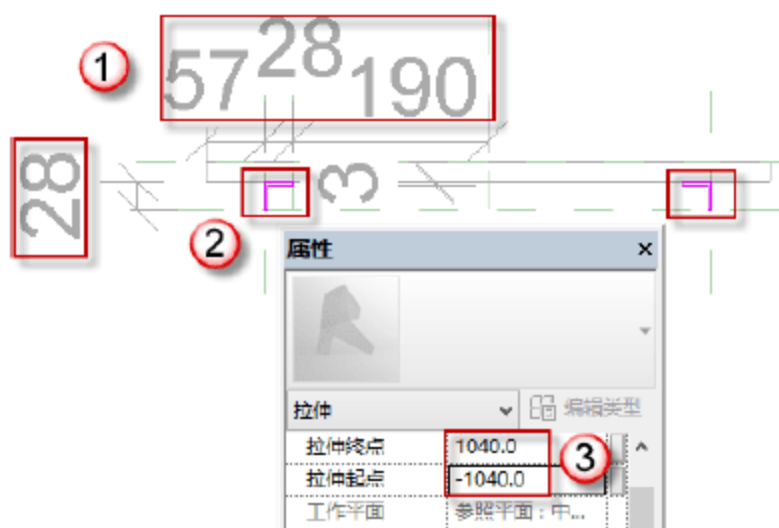

图 8.3.22 绘制支架 A
(4) 支架 A 长度为 2080mm。在“左立面”视图中按快捷键 R+P、C+O 和 M+M 绘制参考线。选择“创建”→“拉伸”→“直线”命令，绘制图框，在“属性”面板中编辑“拉伸起点”和“拉伸终点”的数值 (-1040, 1040)，然后单击√按钮，如图 8.3.22 所示。